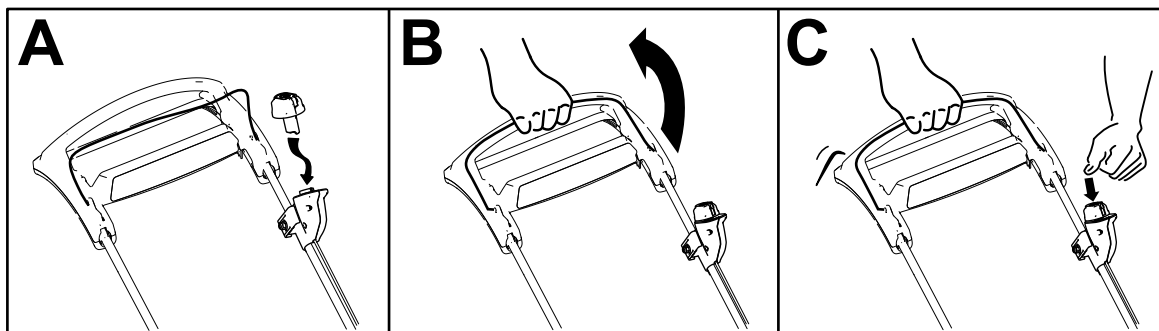

Figure 13
2. Insérez le bouton de démarrage électrique dans l'interrupteur de démarrage électrique (A de la Figure 13).
3. Serrez la barre de commande de la lame contre le guidon pendant 2 secondes (B de la Figure 13).
4. Appuyez sur le bouton de démarrage électrique jusqu'à ce que le moteur démarre (C de la Figure 13).